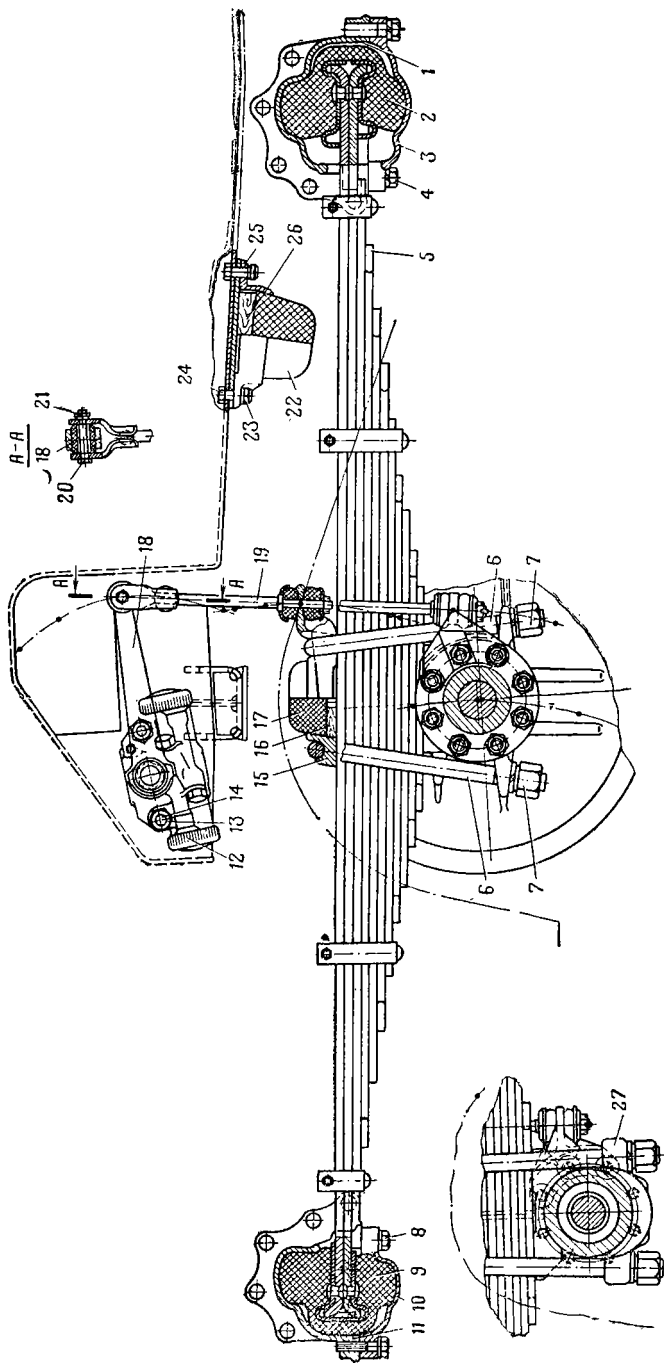

Рис. 6. Передняя подвеска:
4. Установить домкрат под кожух переднего моста на стороне снимаемой рессоры 5 (рис. 6) и разгрузить рессору.
1. Установить рессору 5 (рис. 6) на кожух переднего моста, а опоры 2 и 9 и вкладыш 16 на рессору.
2. Отвернуть гайку 21 (рис. 6), выбить палец 20 и отсоединить рычаг 18 амортизатора 12 от стойки 19.
1. Установить амортизатор 12 (рис. 6) на место и закрепить болтами 14 с гайками 13 и пружинными шайбами.